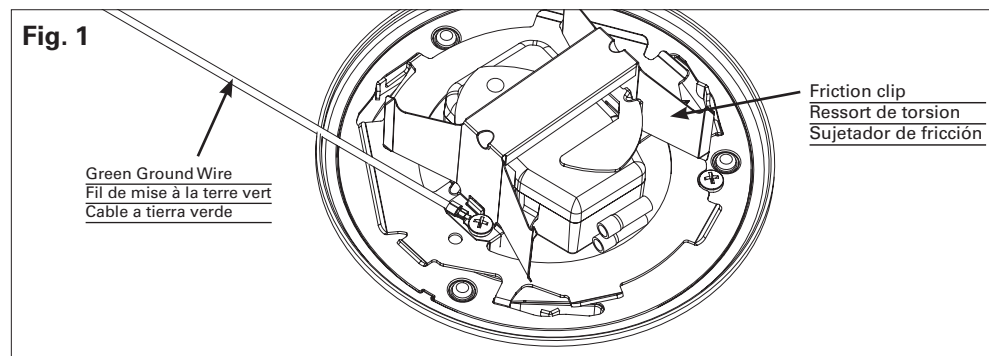

Fig. 2
- Use existing screw inside luminaire (Fig. 2).
- Utilisez la vis installée à l'intérieur du luminaire (Fig. 2).
- Utilice el tornillo existente dentro de la luminaria (Fig. 2).